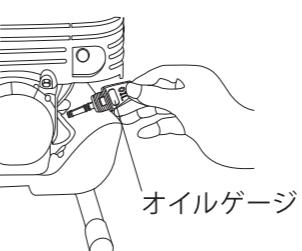

図2
b. エンジオイルの点検。エンジンを水平にしオイル給油キャップを外し、注入口の口元までオイルがあるか点検してください。(図2・3)不足している場合は、新しいオイルを口元まで補給してください。